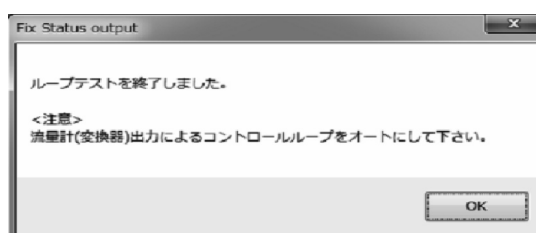

図138
- ⑤ 「Stop」 ボタンをクリックするとメッセージボックス(図138)が表示されますので、「OK」 ボタンをクリックして下さい。